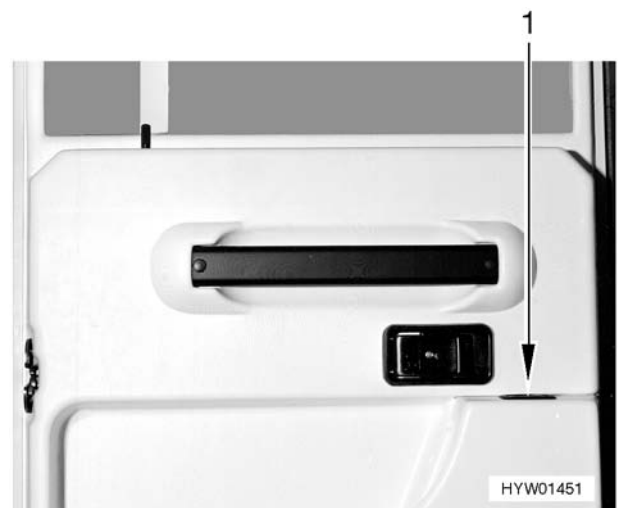

Bild 29 Schalter für elektrischen Fensterheber in der Fahrertür
- Schalter (Bild 29,1) drücken.